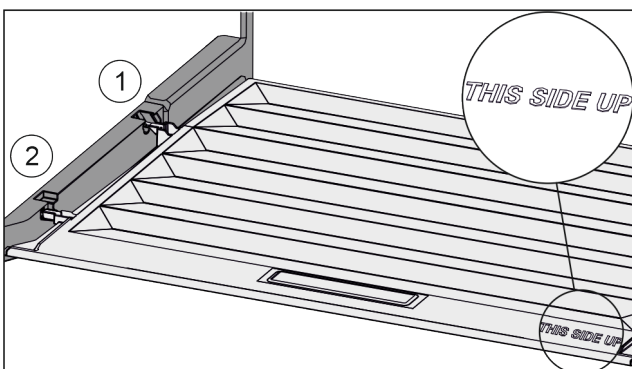

Fig. 46
- ▶ Вс тавити поперечні ребра через отвір заднього тримача Fig. 46 (1) і зафіксувати з переду у тримачі Fig. 46 (2).